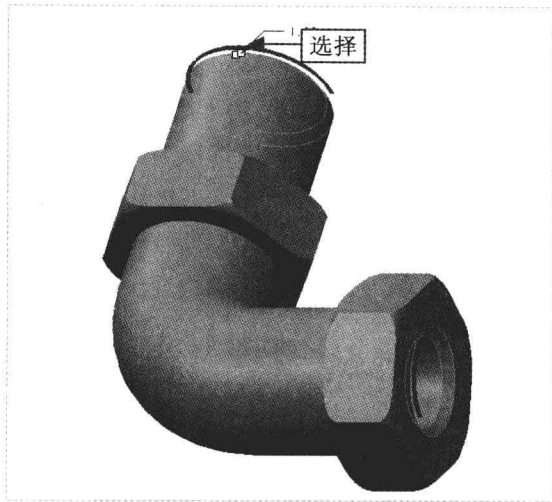

图 16-45 选择倒角边
Step 01 在“功能区”选项板的“模型”选项卡中，单击“工程”面板中的“边倒角”按钮 ，弹出“边倒角”选项卡，设置倒角距离为 1，在绘图区选择合适的倒角边，如图 16-45 所示。